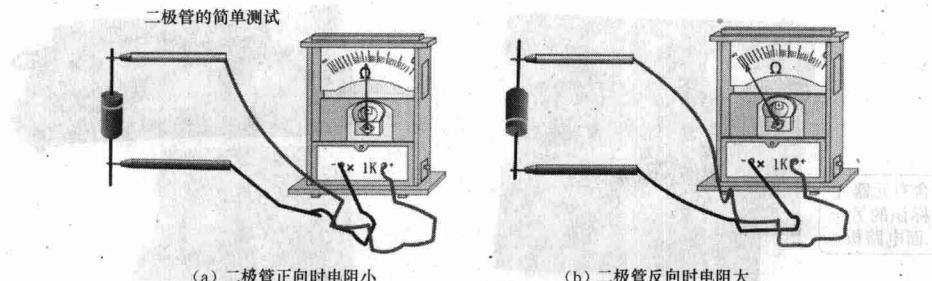

图 1-17 二极管单向导电性的测试
(2) 熟悉基本的电子器件和电子电路的性能及其主要应用。图 1-17 所示为二极管单向导电性的测试实验。通过实验可以知道，二极管具有单向导电性，可以应用在整流电路中。